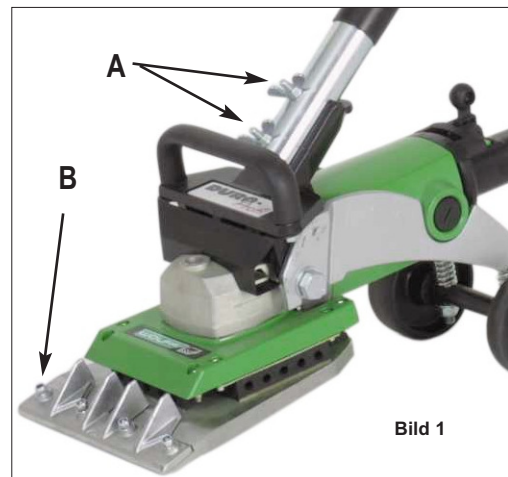

Bild 1
Zur Inbetriebnahme wird das lange Innenrohr mit 2 Schrauben (A) an der Halbschale des Griffrahmens befestigt. Darüber schiebt man das Außenrohr (Bild 1). Das Außenrohr ermöglicht die Längenverstellung mit Hilfe von Spannschrauben. In das Ende des Rohres steckt man den Griff und fixiert ihn mit Spannschraube (C). Spannschraube (D) dient zur Längenverstellung des Griffes (S. 23).